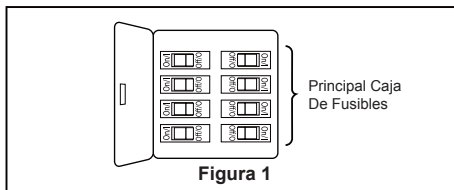

Figura 1
Uso de perfil bajo (Figura 1)
- ☐ 1. Extraiga la pieza de la bola colgante de la unidad de la bola colgante / varilla aflojando el tornillo de presión de la bola colgante hasta que la bola se libere de la varilla. Retire el pasador del barral y luego extraiga la semiesfera. Conserve el pasador y la semiesfera para su instalación en el Paso 7. (Figura 1)
Para evitar una posible descarga eléctrica, asegúrese de cortar la alimentación eléctrica de la caja de fusibles principal antes de colgar el ventilador. (Figura 1)
- ☐ 1. Para configurar el código de unidad del receptor. Deslice los interruptores de código a las mismas posiciones que en el transmisor. (Figura 1)
1. Instale la cubierta rotando la ranura clave en la cubierta sobre el tornillo de hombro del soporte del gancho, teniendo cuidado de no pillar los cables. Instale adecuadamente y fije el segundo tornillo de hombro que fue anteriormente guardado y fije el tornillo de hombro. (Figura 1)
1. Deslice con cuidado las aspas a través de la ranura, como se muestra. Asegure bien las tres aspas con tornillos con cabeza de dentada con arandelas de plana. No ajuste demasiado. (Figura 1)
- ☐ 1. Extraiga uno de los tres tornillos del soporte ubicado en la parte interior de la unidad del motor. Guárdelos para después y afloje levemente los otros dos tronillos. (Figura 1)
- ☐ **1. IMPORTANTE:** El uso de un regulador de la intensidad completa (no incluido) para controlar la velocidad del ventilador dañará el dispositivo. Para reducir el riesgo de incendio o descarga eléctrica, no utilice dicho regulador para controlar la velocidad del ventilador. (Figura 1)